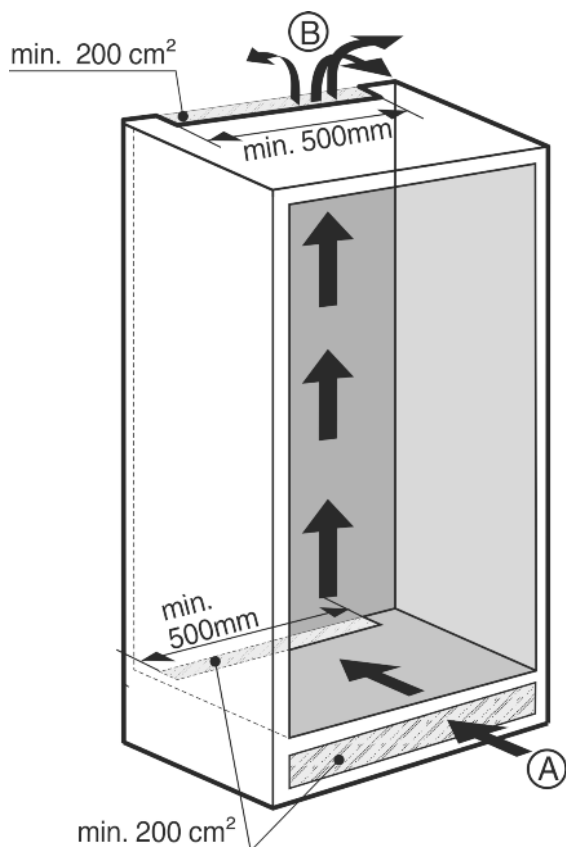

Fig. 3
- Dostępny musi być skuteczny przekrój wentylacyjny wynoszący minimum 200 cm² w każdym urządzeniu przy wlocie Fig. 3 (A) i wylocie powietrza Fig. 3 (B).